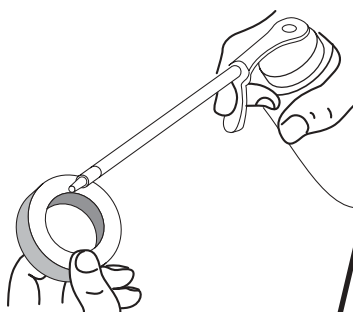

Fig. 36
4. Appliquez suffisamment d'huile propre SAE 30 pour enduire légèrement le filtre (Fig. 36).